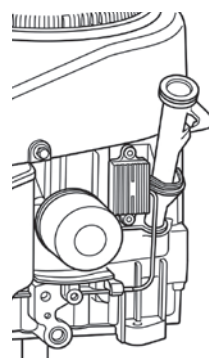

Рис. 2
- Открутите крышку (А, рис. 2), очистите конец щупа (В) и вставьте его обратно, не закручивая крышку.
- б) Очистите поверхность вокруг заливной горловины и открутите крышку со щупом (А, рис. 2).
- ж) Установите крышку (А, рис. 2) на место и удалите следы пролитого масла.